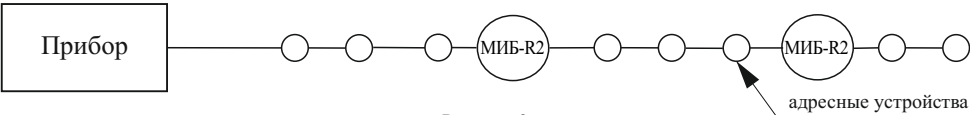

Рисунок 3
- а) разрывать радиальную АЛС (рисунок 3) в месте установки изолятора, ближайшего к точке КЗ. Это локализует участок после изолятора и оставляет работоспособным участок АЛС между прибором и сработавшим изолятором;